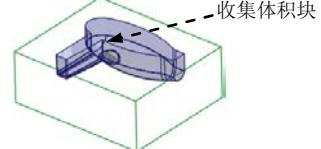

图 8.37 收集体积块
⑤ 在菜单栏中单击 **Done (完成)** → **Done/Return (完成/返回)** → **Done (完成)** 命令，完成收集体积块的创建，结果如图 8.37 所示。